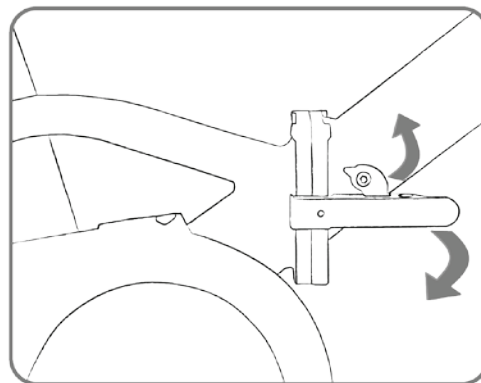
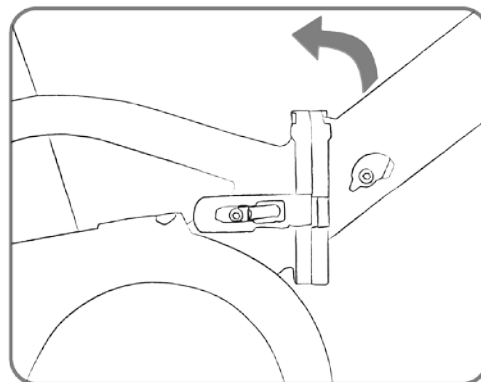

fig. 1
fig. 2
3. Ontgrendel de klem in de framebuis (fig. 1, fig 2).